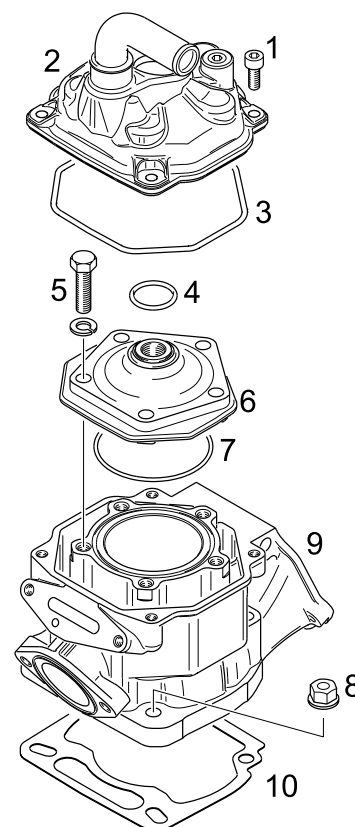

Bild 8
- ⇒ 4 Innensechskantschrauben M6 (1) lösen (Bild 8).
- ⇒ Zylinderkopfdeckel (2) abnehmen.
- ⇒ O-Ringe (3) und (4) abnehmen.
- ⇒ 5 Sechskantschrauben M8 (5) lösen und Sechskantschrauben und Federringe entfernen.
- ⇒ Brennraumeinsatz (6) und O-Ring (7) entfernen.